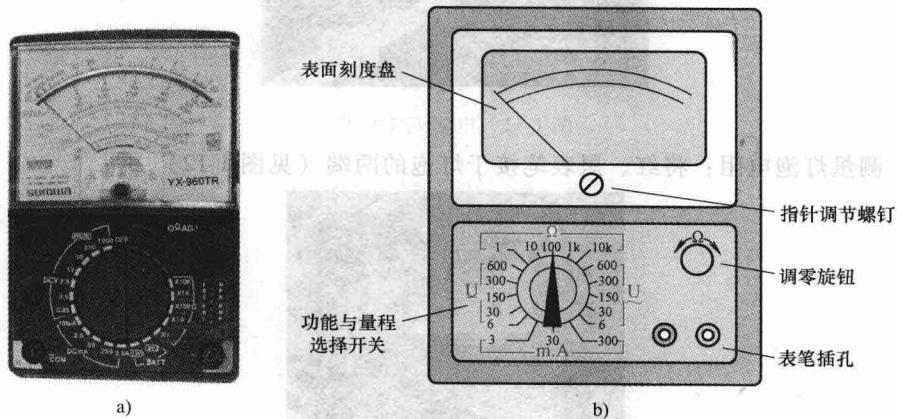

图 1-10 指针式万用表的面板
- (2) 指针式万用表的面板 如图 1-10 所示，指针式万用表的面板由五部分组成，各部分的功能如下：